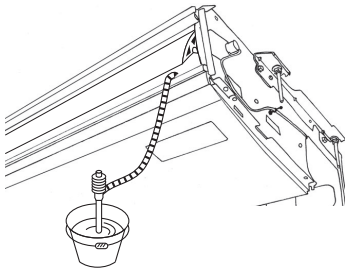

Fig. 5-3
1. Fixe o casquilho de junta ⑤ fornecido com a unidade à porta de drenagem na unidade com um adesivo de cloreto de vinilo.
2. Aperte a tampa da tomada ⑥ fornecida com a unidade ao casquilho de junta ⑤.
3. Fixe a tubagem de drenagem do campo (VP-20) ao casquilho de junta ⑤ com um adesivo de cloreto de vinilo.
4. Isole a tampa de tubagem de drenagem ⑦ fornecida com a unidade. (Isolamento da costura)
- Ⓒ Tampa da tomada ⑥
- Ⓓ Casquilho de junta ⑤
- Ⓔ Tampa da tubagem de drenagem ⑦
5. Verifique se a drenagem se faz correctamente (Fig. 5-3)